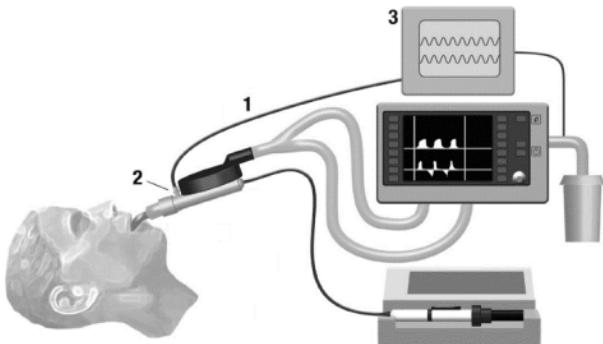

Figure 1
1. Connecter la tubulure d'échantillonnage de gaz (1) à l'orifice d'échantillonnage (2) du moniteur de gaz Sedaonda ACD, comme indiqué dans la figure 1. Tourner le raccord Luer dans le sens des aiguilles d'une montre pour un ajustement sûr, afin d'éviter toute fuite de gaz au niveau du point de raccordement.
2. Connecter la tubulure d'échantillonnage (1) au moniteur des gaz respiratoires (3). Tourner le raccord Luer dans le sens des aiguilles d'une montre pour un ajustement sûr, afin d'éviter toute fuite de gaz au niveau du point de raccordement.